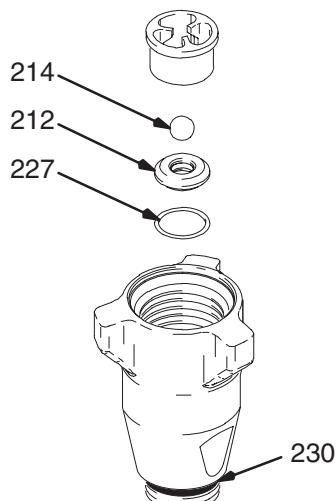

Fig. 23
Fig. 23. Sett sammen innsugsventilen med de nye o-ringene (227) og (230), setet (212) og kulen (214). Setet kan vendes og brukes på den andre siden. Rengjør setet omhyggelig.